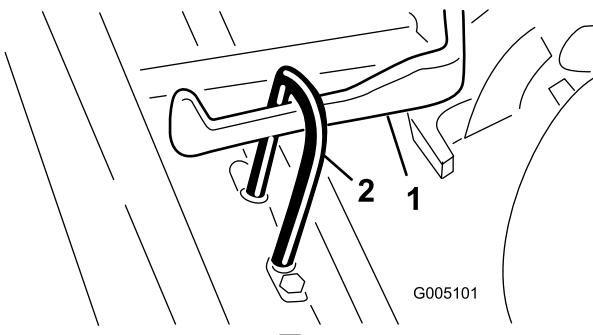

図 8
- カッティングユニットをプルフレームの下に引き入れ、吊り輪（フープ）を昇降アームに引っかける（図 8）。